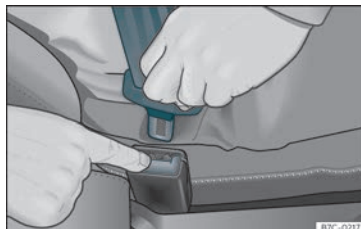

Fig. 10 Deixar anar la llengüeta del tancament del cinturó.
- Premeu la tecla vermella del tancament >>> **fig. 10**. La llengüeta saltarà del tancament.